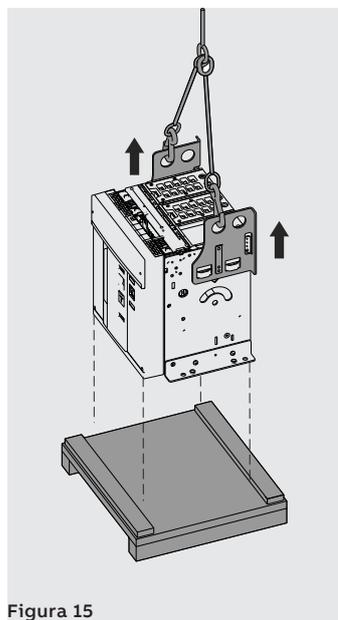
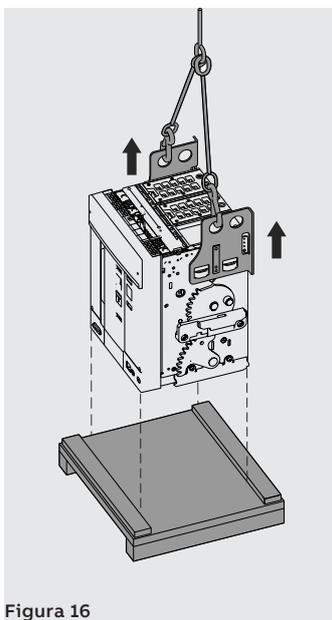

Figura 15
Figura 16
1. Sollevare l'interruttore dalla base dell'imballo mediante l'ausilio delle piastre di sollevamento da acquistare separatamente. Vedi Figura 15 e Figura 16.